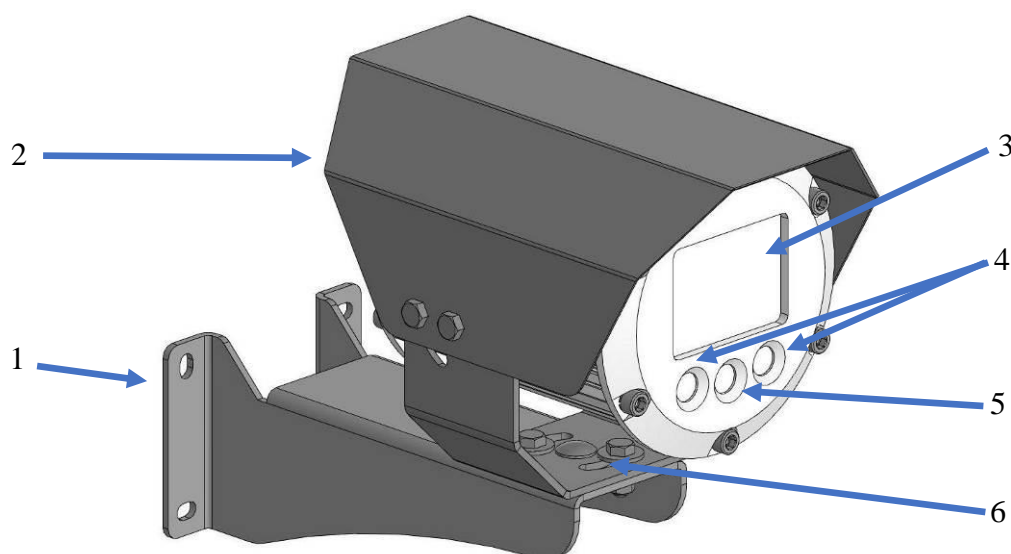

Рисунок 1 – Внешний вид видеокамеры АйТек ПРО A10-Exd
- Открутить винт крепежно-юстировочного устройства и отсоединить от видеокамеры, рис. 1;
- Установить видеокамеру на крепежно-юстировочное устройство, включить монитор, нацелить камеру на контролируемую зону и зафиксировать винтом, рис. 1.